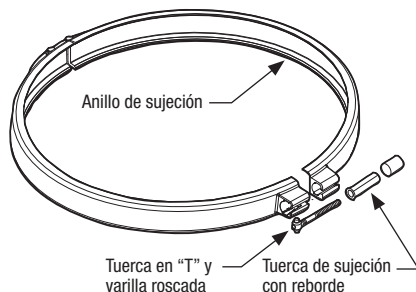

Figura 6. Anillo de sujeción del filtro
- Asegúrese de que el lugar de colocación de la junta tórica esté limpio y que la junta tórica esté en la posición correcta en la mitad inferior del tanque. Presione la tapa del filtro sobre la mitad inferior, intercalando la junta tórica entre las dos (2) mitades.
- Coloque el conjunto de tuerca en "T" y varilla roscada en la abrazadera. Asegúrese de que la tuerca en "T" esté colocada en la abrazadera en la orientación adecuada (consulte la Figura 6).